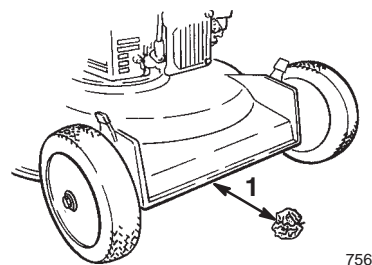

Bild 10
5. Nehmen Sie eine halbe Seite Zeitungspapier und knüllen es klein genug zusammen, um es unter das Schneidwerk bringen zu können (ca. 8 cm Durchmesser), siehe Bild 10.
6. Legen Sie das Zeitungspapierknäuel im Abstand von 13 cm vor den Rasenmäher (Bild 10).
- A. Legen Sie das Zeitungspapierknäuel im Abstand von 13 cm vor den Rasenmäher (Bild 10).